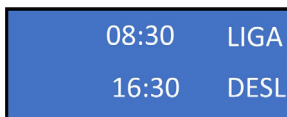

Figura 39
30. Pulse el botón “OK” para iniciar la programación. Una vez hecho esto, utilice el botón “arriba” para agregar valor y el botón “abajo” para disminuir, luego pulse el botón “OK” para confirmar el valor y así sucesivamente, hasta definir todos los horarios (figura 39). Para salir del menú Setup, pulse el botón “OK” y luego el botón “arriba”.